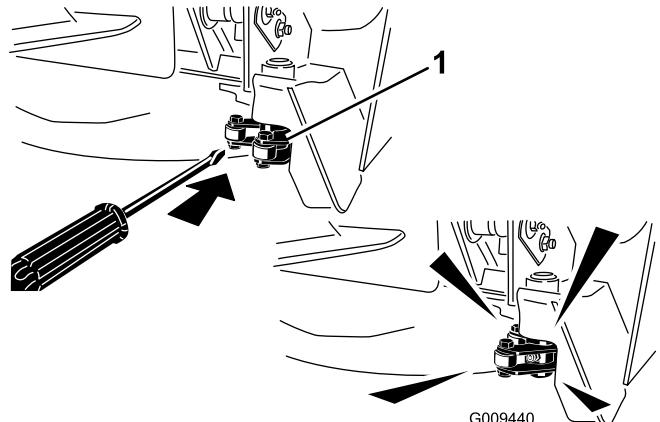

Figura 37
**Nota:** Può essere necessario far scattare manualmente i fermi per accedere agli ingrassatori (Figura 37). Usate una barra per chiudere e aprire il fermo.